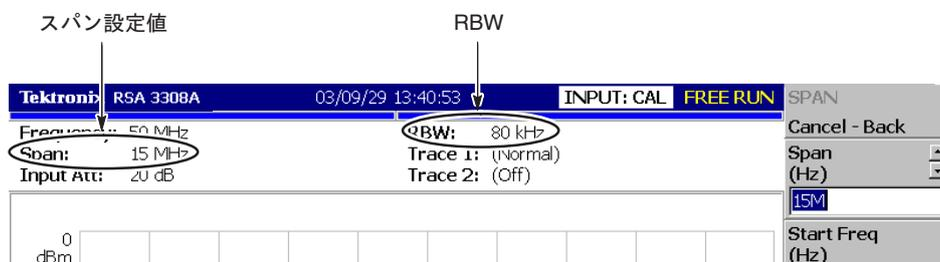

図 1-14 : スパンと RBW の表示
- b. 画面上部に、Span: 15MHz と RBW: 80kHz が表示されていることを確認します（図 1-14）。